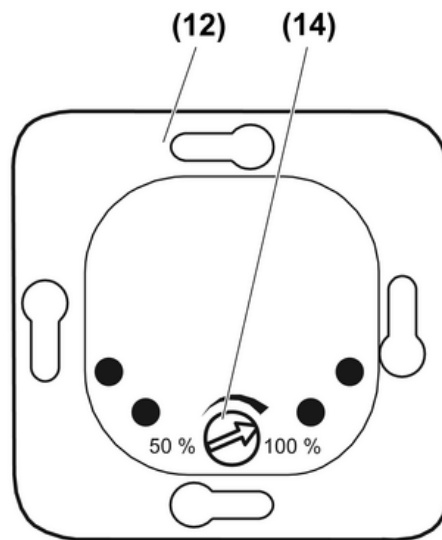

Bild 6
- Potentiometer (14) verstellen (Bild 6).